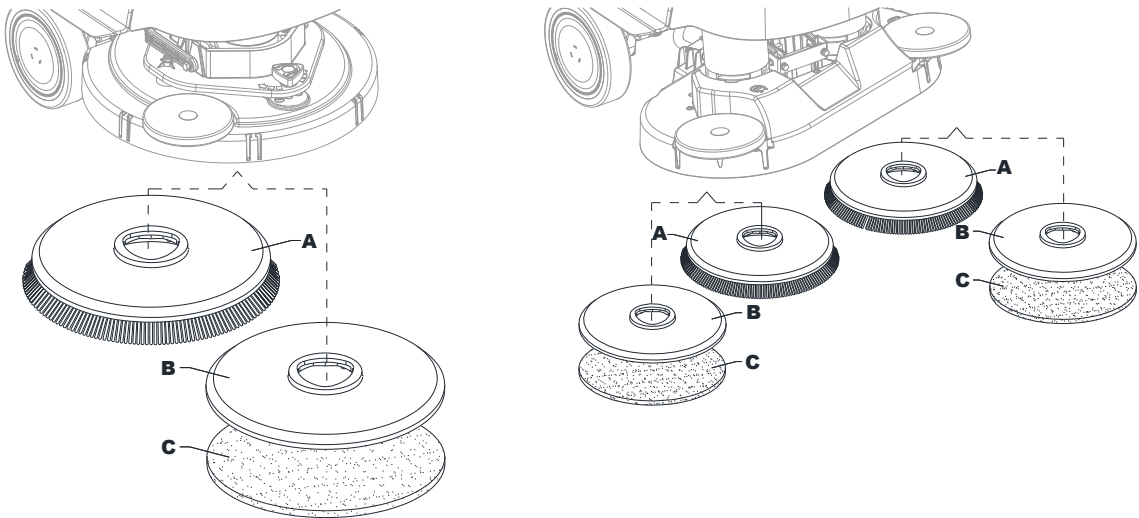

Abb. 4
An das Gerät kann sowohl die Bürste (A, Abb. 4) als auch der Padhalter (B) mit Pad (C) montiert werden, je nach auszuführender Bodenbehandlung.
1. Die Bürste (A) oder den Padhalter (B) unter dem Scheuerdeck (39) / Doppelscheibendeck (43) positionieren.
2. Drücken Sie die Start/Stopp-Taste (62) und geben Sie das Passwort ein, um das Gerät zu starten. Mit dem Drehknopf (67) den Modus Bürste anbringen/abwerfen (71) auswählen, die Auswahl-taste (61) zur Bestätigung drücken.